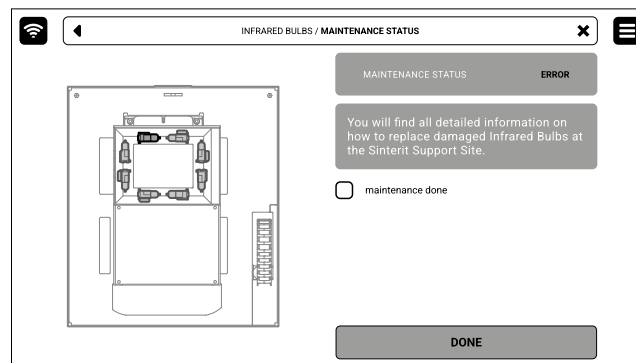

Abb. 12.53 Der Bildschirm für die Wartung der Infrarotlampen.
3. Drücke die Schaltfläche **MAINTENANCE DONE** und dann die Schaltfläche **DONE** (Abb. 12.53).